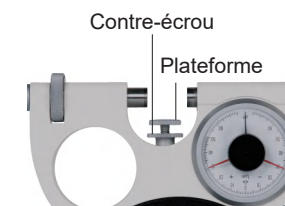

Fig.2
--- Utilisez la plate-forme pour limiter la position pour la mesure de masse. Desserrez l'écrou de blocage, tournez la plate-forme dans la position appropriée, puis tournez l'écrou de blocage pour serrer la plate-forme (Fig. 2).